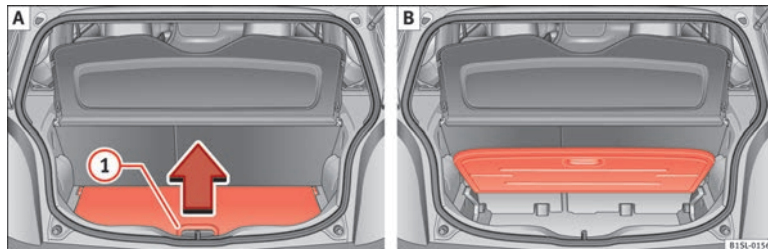

Fig. 69 A : ouvrez le plancher de coffre à bagages modulable. B : plancher de coffre à bagages modulable en train d'être relevé.
- Pour *relever* le plancher, levez le levier ⇒ fig. 69 ① dans le sens de la flèche et tirez le plancher par dessus tout le reste ⇒ fig. 69 B.